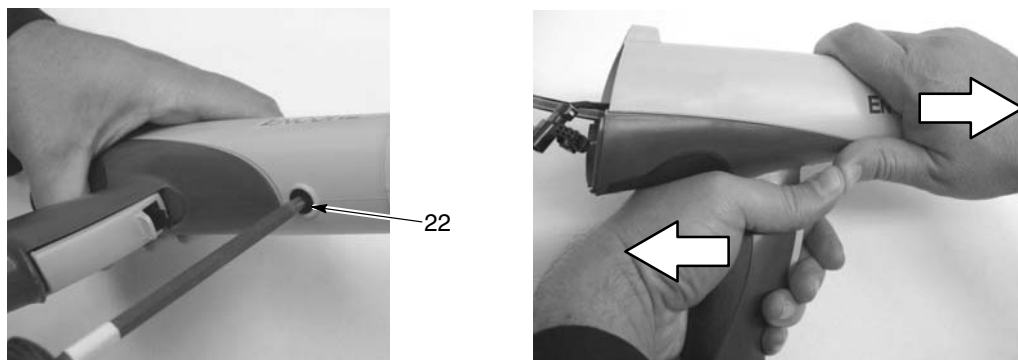

Рис. 6-2 Снятие корпуса распылителя с рукоятки
4. См. рис. 6-2. Снять с корпуса распылителя черную нейлоновую прокладку (22).